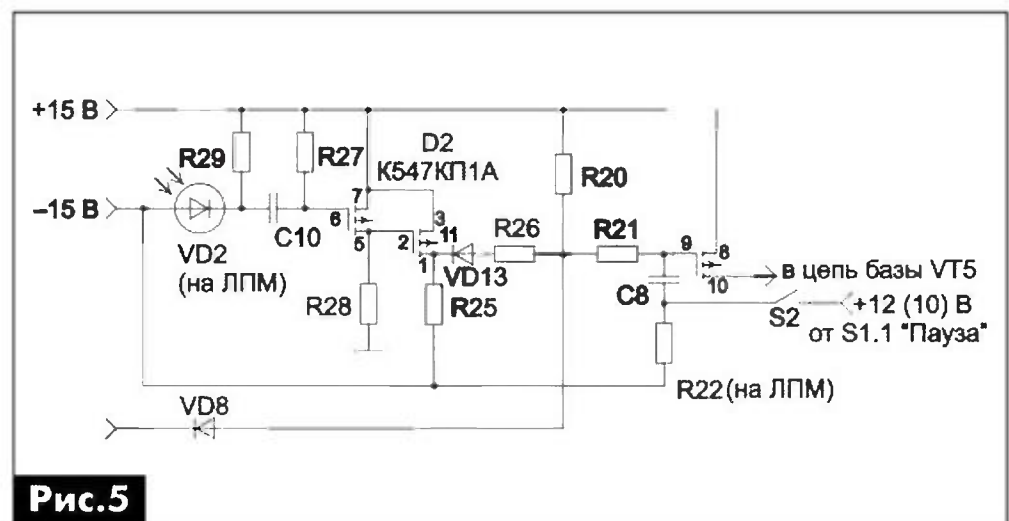

Рис.5
Формирователь команды «Автоостанов» управляет включением-выключением транзисторного ключа VT5 (**рис.5**). Он состоит из датчиков автоостанова и памяти, которые расположены на ЛПМ, порогового устройства и ключа на МС D2 K547КП1А.
Датчик автоостанова состоит из светодиода VD1 (на **рис.5** не показан) и фотодиода VD2, между которыми вращается крыльчатка. Крыльчатка получает вращение через пассивик от бокового узла ЛПМ. Вращаясь, лопасти крыльчатки затеняют
фотодиод, в результате чего в точке соединения VD2 и R29 будут формироваться импульсы. Отрицательная часть этих импульсов через разделительный конденсатор С10 поступает на пороговое устройство, собранное на ключах 5-6-7 и 1-2-3 микросхемы D2, которое формирует на выводе 1 D2 двуполярные (± 15 В) импульсы размахом 30 В. Отрицательная часть периода этих импульсов через VD13 и R21 будет разряжать ранее заряженный С8 («+» вверху, «-» внизу по схеме **рис.5**). С8 был заряжен ранее в режимах «Стоп» и «Останов» от источника +15 В через R20, R21. Пониженное напряжение с С8, поступая на затвор полевого транзистора 8-9-10D2, открывает и поддерживает его в открытом состоянии. При этом через «полевик» 8-9-10D2 в цепь базы VT5 будет поступать положительное отпирающее напряжение и через VT5, как было рассмотрено выше, на электромагниты поступит напряжение удержания +12 (10) В.